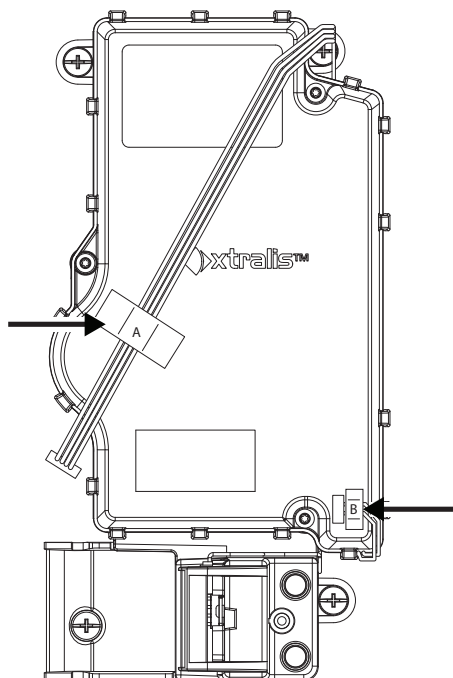

Figura 7-17: Coloque los haces de la cámara
2. Coloque los haces de la cámara (A) y (B) como en la Figura 7-17.